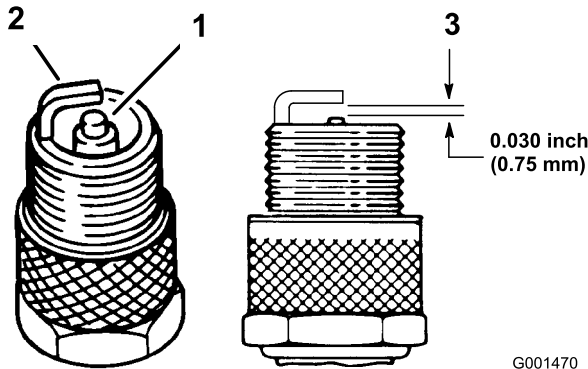

Bild 38
1. Sehen Sie sich die Mitte der Zündkerze an (Bild 38). Wenn der Kerzenstein hellbraun oder grau ist, ist
3. Prüfen Sie den Abstand zwischen den mittleren und seitlichen Elektroden (Bild 38). Verbiegen Sie die seitliche Elektrode (Bild 38), wenn der Abstand nicht stimmt.
3. Schließen Sie den Zündkerzenstecker wieder an die Zündkerze an (Bild 38).